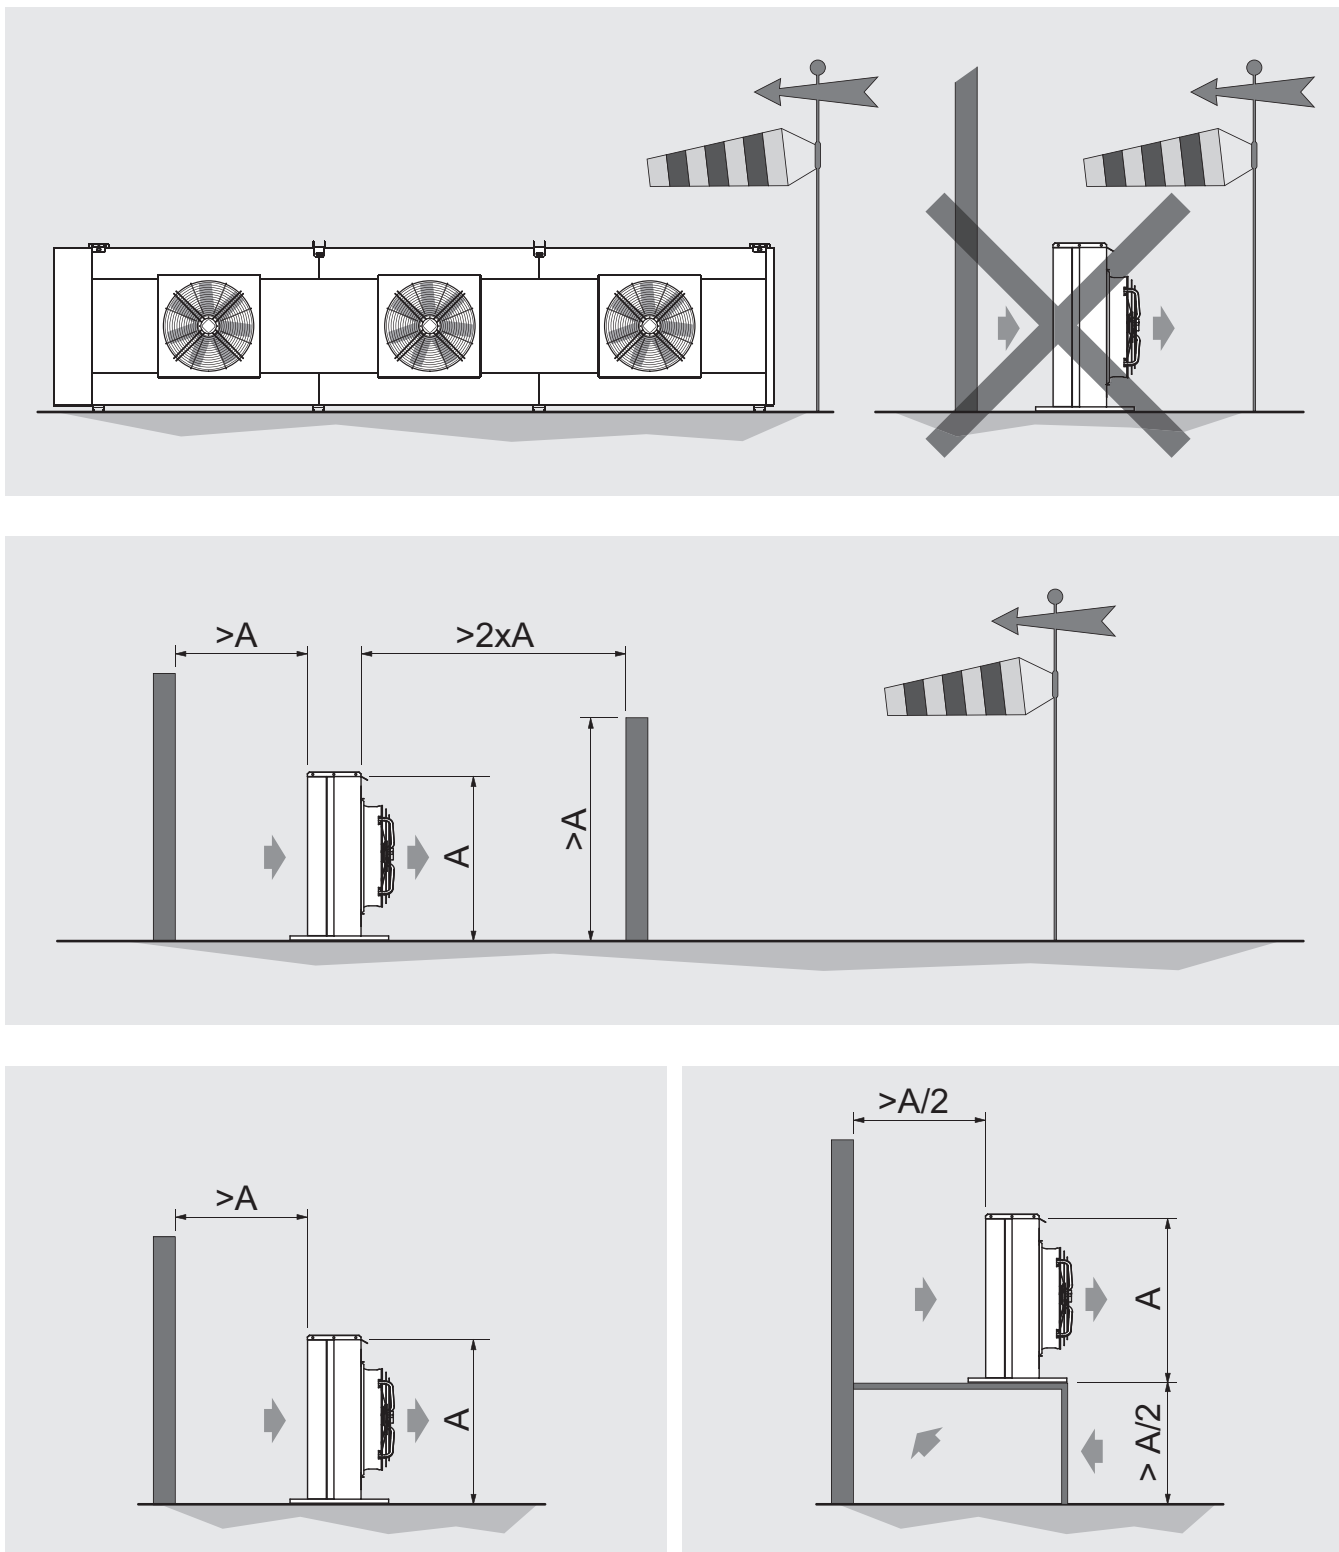

Figura 5
6.6 Disponer un espacio adecuado para la circulación del aire y para el mantenimiento. Evite dirigir el flujo de aire contra superficies reflectantes o que aumenten el nivel de ruido. El espacio mínimo entre los modelos se puede reducir en función de la altura de colocación con el uso de patas especiales de elevación o de una plataforma de apoyo. Para instalaciones diferentes de las indicadas comunicarse con Modine. Véase Figura 5.